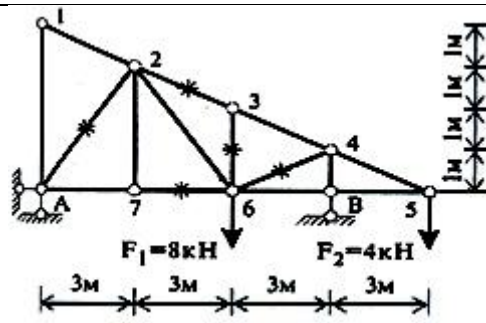

Рис. 2
6. Определить усилие в стержне фермы 3-6 (рис.2).